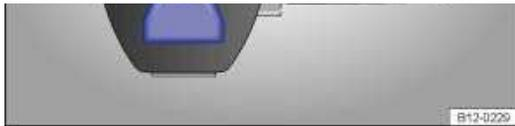

Abb. 118 An der Frontscheibe: Lasersensor für die City-Notbremsfunktion.
Mit einem Lasersensor in der Frontscheibe → Abb. 118 erkennt das System Verkehrssituationen vor dem Fahrzeug.
- Wenn der Lasersensor → *Abb. 118* verschmutzt, abgedeckt oder überhitzt ist.